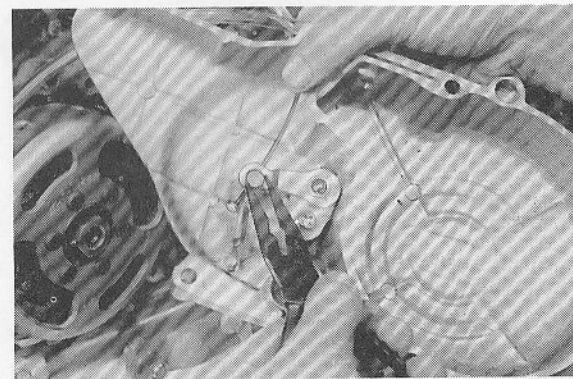

Fig. 3-1-12
5. Remove clutch wire at handle lever first, and remove the crankcase cover (L) on the left side of the engine. Remove clutch wire from push lever. (Fig. 3-1-12)
5. Enlever le câble d'embrayage au levier à main en premier, et enlever le couvercle de carter (G) du côté gauche du moteur. Enlever le câble d'embrayage du levier poussoir. (Fig. 3-1-12)